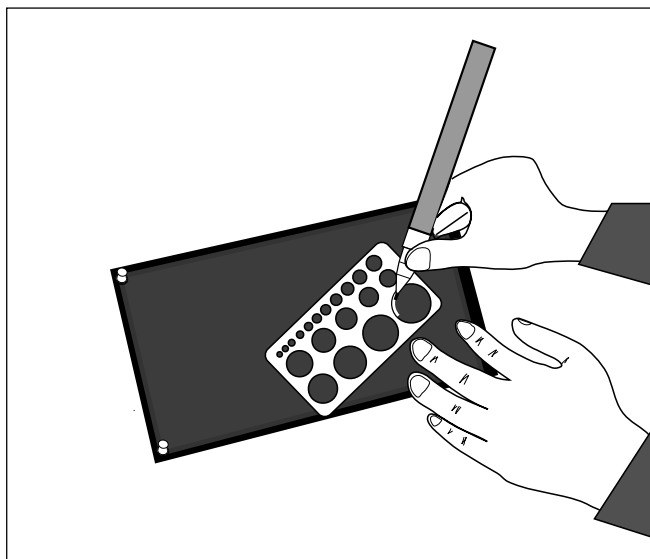

Рисунок 1
2. Нарисуйте электроды на листе бумаги, пропитанной углеродом (см. рисунок 1).